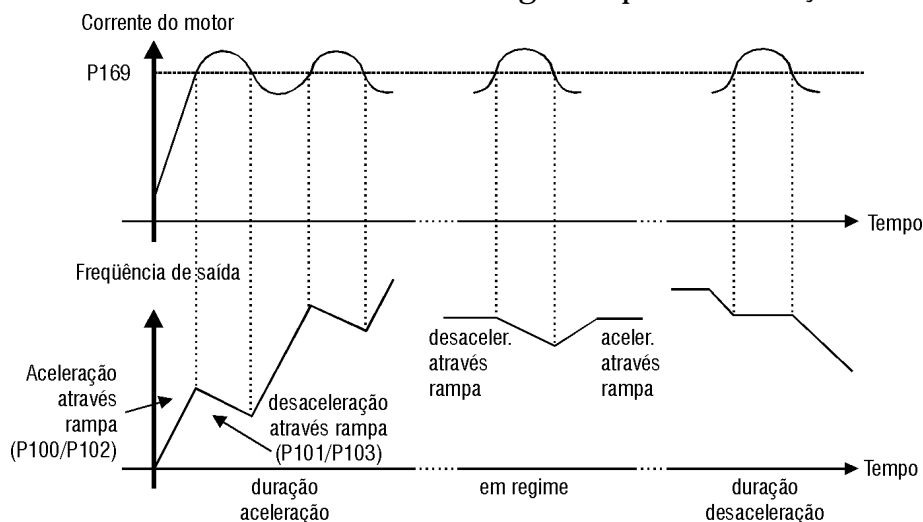

Figura 6.17 - Curvas mostrando a atuação da limitação da corrente
- Ver blocodiagrama da figura 6.17